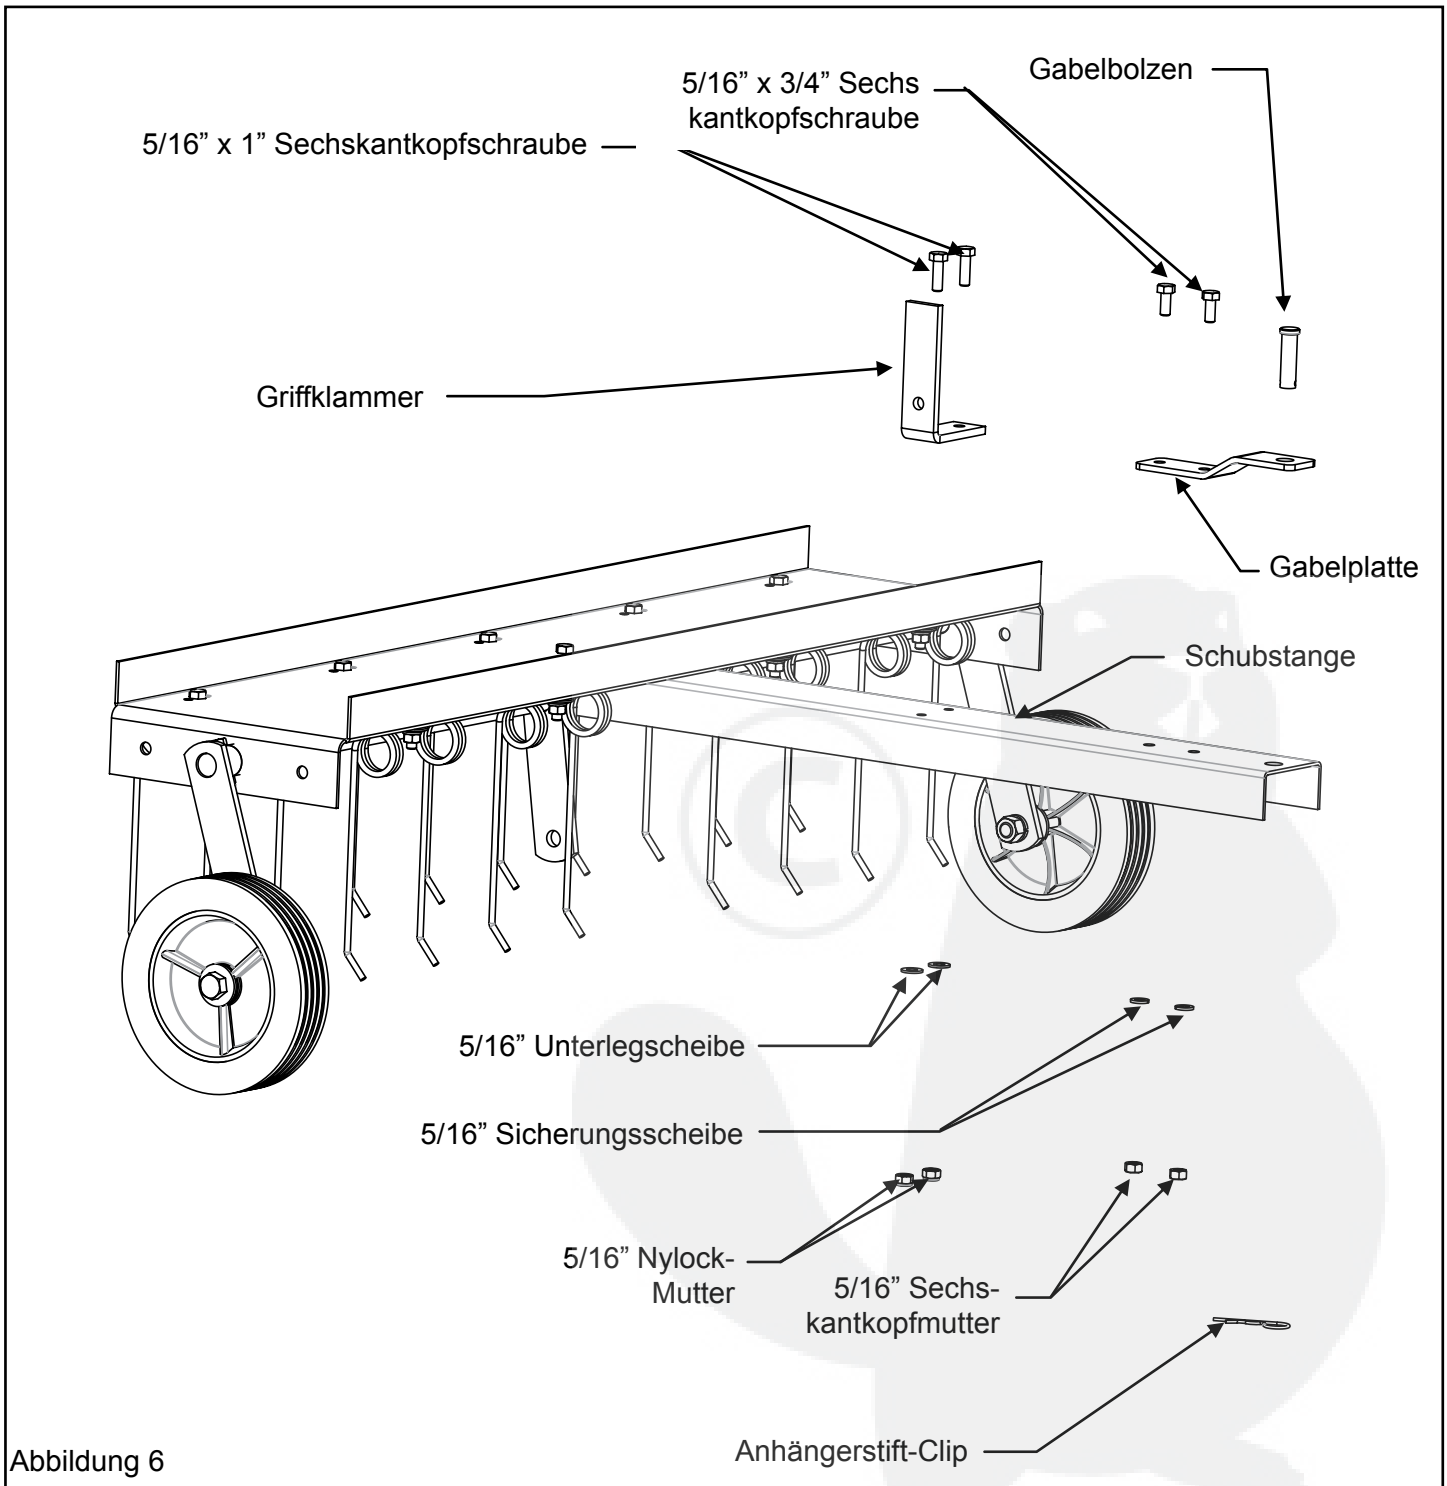

Abbildung 6
6. Richten Sie die beiden Löcher der Zugstange und der Griffklammer wie gezeigt aus. Stecken Sie eine 5/16" x 1" Sechskantkopfschraube in eins der Löcher des Griffstopps und dann durch das entsprechende Loch in der Zugstange, legen Sie eine 5/16" Unterlegscheibe auf die Schraube und befestigen Sie sie mit einer 5/16" Sechskantkopfmutter. Wiederholen Sie den Vorgang beim nächsten Loch. Stecken Sie eine 5/16" x 3/4" Sechskantkopfschraube in eins der kleineren Löcher auf der Gabelplatte und dann in das entsprechende Loch in der Zugstange, legen Sie eine 5/16" Unterlegscheibe auf den Bolzen und befestigen Sie ihn mit einer 5/16" Sechskantkopfmutter. Wiederholen Sie den Vorgang beim nächsten Loch. Stecken Sie den Gabelstift durch das größere vordere Loch der Gabelplatte und durch das Loch in der Zugstange und befestigen Sie ihn mit dem Anhängerstift-Clip. Siehe Abbildung 6.